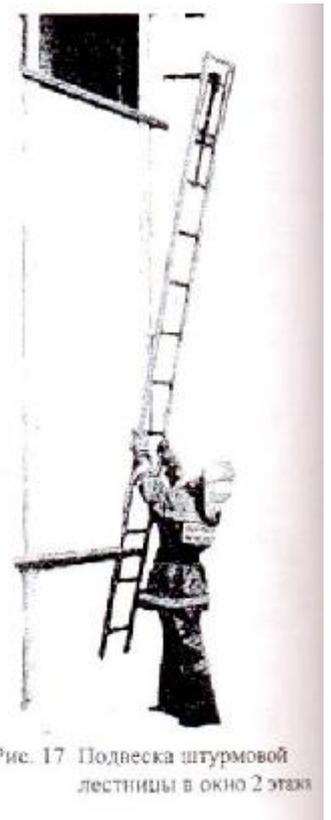

Рис. 17 Подвеска штурмовой лестницы в окно 2 этажа
**7.2.5.** Подвеска штурмовой лестницы в окно 2-го этажа (Рис. 17) производится бегом или шагом. Пожарный, удерживая лестницу за верхнюю тетиву правой рукой около восьмой ступеньки, башмаками вперед крюком от себя, за 9-12 м до стены рывком правой руки вперед-вверх поднимает лестницу над головой, крюком вверх. При этом левой рукой берется за левую тетиву на уровне восьмой ступеньки, а правой рукой перехватывается за правую тетиву на том же уровне. Приближаясь к зданию, пожарный держит лестницу так, чтобы ее башмаки находились в 25-30 см от уровня земли. Подбежав к зданию, пожарный опускает башмаки лестницы к его основанию на землю, делает руками вскользь перехват по тетивам до уровня четвертой-пятой ступеньки. Резким движением рук подбрасывает лестницу вперед-вверх и, с одновременной постановкой левой ноги на первую ступеньку, производит подвеску лестницы в правую половину окна. При этом левую ногу ставит на первую ступеньку, а руками держится за тетивы на уровне пятой ступеньки.